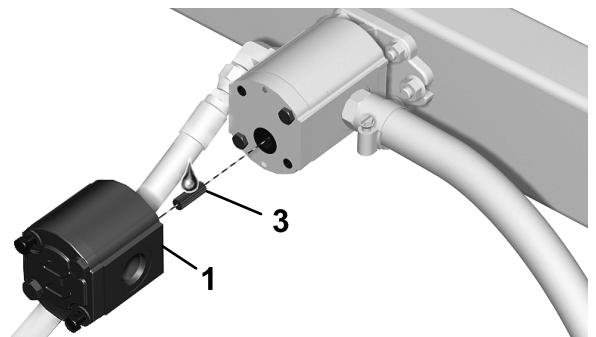

Рисунок 6
- Используя два длинных болта, установите высокопроизводительный насос на штатный насос (Рисунок 6).